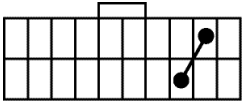

Рис.2
9. Убедитесь, что при отсутствии иммобилайзера существует перемычка между 9 и 18 клеммами (желто-красный и оранжево-голубой провод) (Рис.2).